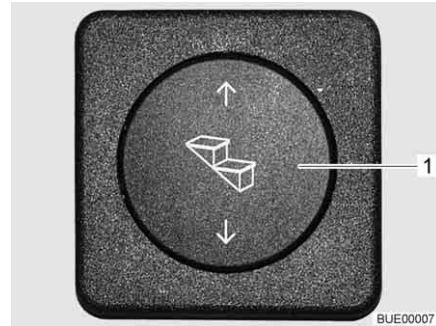

Bild 9 Manöverknapp fotsteg
- Tryck nedtill på vippknappen (Bild 9,1) och håll den intryckt (minst 3 sekunder) tills fotsteget har körts ut helt.
- Tryck upptill på vippknappen (Bild 9,1) tills fotsteget har körts in helt.